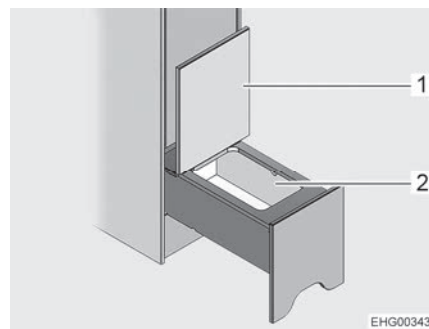

Bild 83 Förvaringsfack
- Fäll upp luckan (Bild 83,1). Förvaringsfacket (Bild 83,2) är tillgängligt.